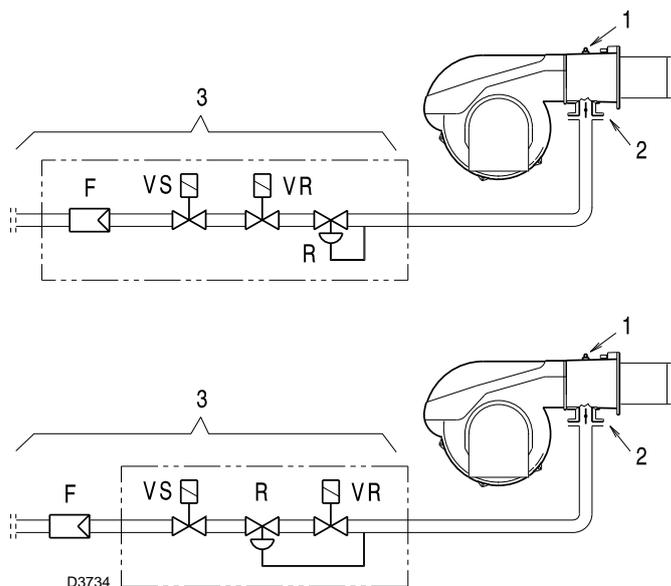

图 23
测试点 1)(图 23) 处测得的燃气压力，此时：
燃气蝶阀 2)(图 23) 处的压力损失，此时蝶阀最大开启角度为：90°。
- 用测试点 1)(图 23) 测得的燃气压力减去炉膛背压。
测试点 1)( 图 23) 处燃气压力 = 11.7 mbar
计算测试点 1)( 图 23) 处所需燃气压力，将燃烧器以最大出力运行:
- 读出右边栏 1 所示测试点 1)( 图 23)。
测试点 1)( 图 23) 处所需压力。